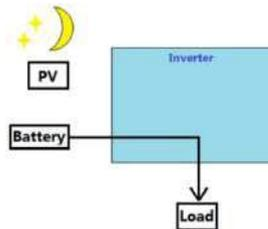

Figure1-11 Nuit
3. Lorsque la PV est insuffisante, la batterie alimente la charge. (Figure1-11)